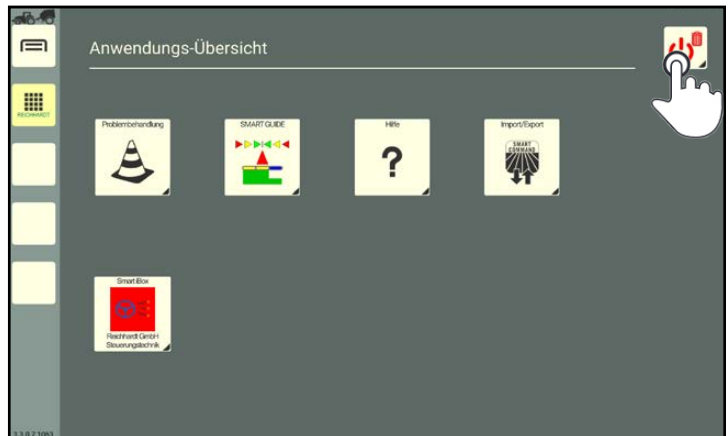

Abb. 95: Löschen/Beenden-Button antippen
2. Tippen Sie auf den Löschen/Beenden-Button (siehe Abb. 95).